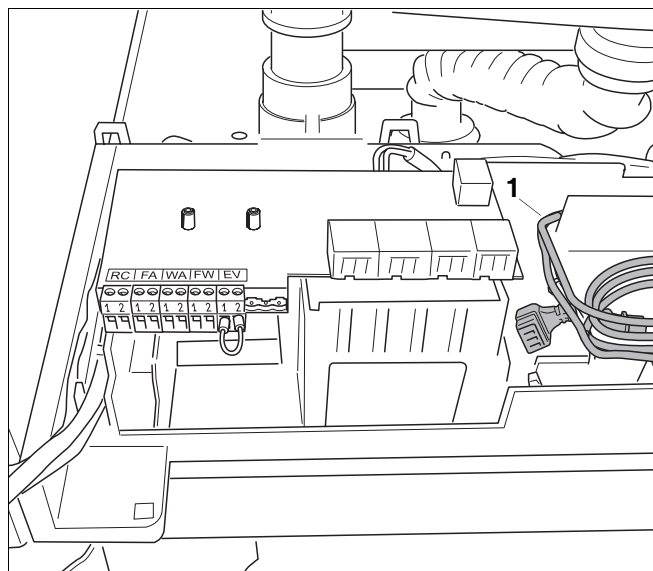
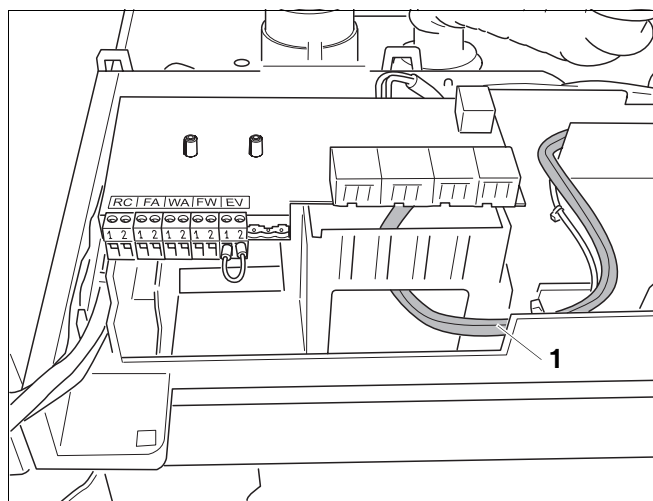

Bild 18 Dra pumpanslutningskabeln
Bild 19 Dra pumpanslutningskabeln
- Dra de 2 pumpanslutningskablarna från värmepannan genom öppningen under den elektriska anslutningslådan nedåt (se bild 18, pos. 1 och bild 19, pos. 1).